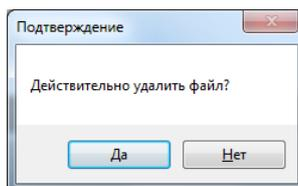

Рисунок 98
- В открывшемся окне (рис.98)подтвердите удаление документа.